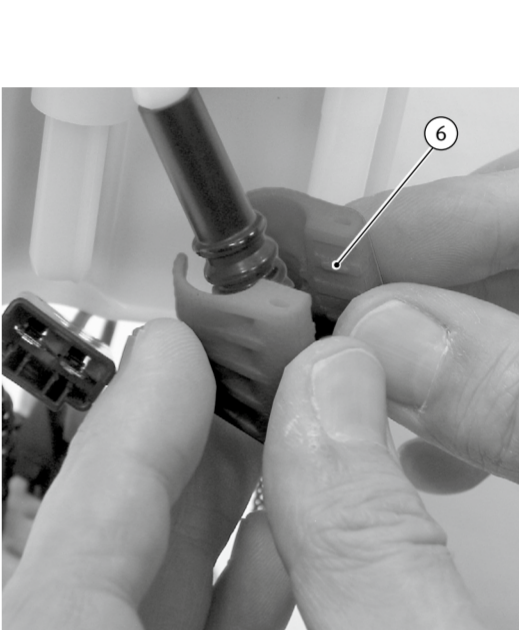

Abb. 10/Fig. 10/Puc. 10/图10
- Retirar la nueva pieza inferior (4) y el accesorio del embalaje.
- Fijar el medio auxiliar de dos piezas para montaje (6) en el extremo abierto de una manguera de combustible (Fig. 10).
- 从包装中取出新的下部 (4) 和配件。
- 将两件式装配辅助工具 (6) 固定在燃油软管的开口端 (图 10)。